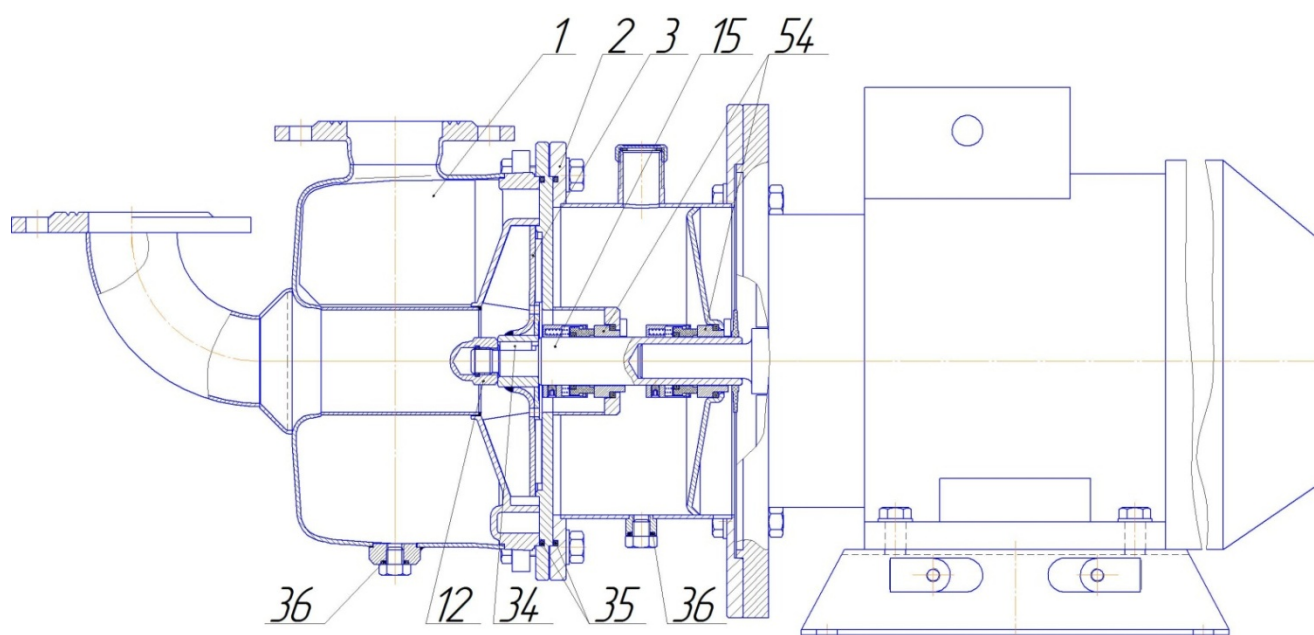

Рис. 1.
Электронасосный агрегат типа ХМс – моноблочный, консольного типа, с одинарным или двойным торцевым уплотнением. Устройство электронасоса в исполнении «тандем» показано на рис. 1.
Корпус электронасоса (поз. 1) крепится к фонарю (поз. 2) болтовым соединением. Для герметизации соединений корпус-фонарь применены уплотнительные кольца 35 (если среда агрессивная, то устанавливаются фторопластовые кольца). В корпусе установлено рабочее колесо (поз.3). Крутящий момент с вала электродвигателя передается на рабочее колесо через шпонку (поз.34). Неподвижная часть внутреннего торцевого уплотнения (поз.56) установлена в расточке составного фонаря (поз.2). Если имеет место насос с двойным торцевым уплотнением, то второе торцевое уплотнение устанавливается непосредственно в расточку части фонаря, закреплённой на фланце электродвигателя. Торцевое уплотнение может быть разных конструкций, соответственно каждое будет иметь свой установочный размер. Варианты уплотнений и установочные размеры можно посмотреть на [www.t2100.ru](http://www.t2100.ru). Способы фиксации вращающейся части уплотнения на валу также различны. На рис.1 уплотнение поз. 54 - типа 251.71.028.821КК фиксируется стопорными винтами.
- подробное описание возникших неисправностей и дефектов компонентов с указанием позиционного номера согласно Рис.1 настоящего руководства с указанием причин и обстоятельств, при которых они обнаружены.